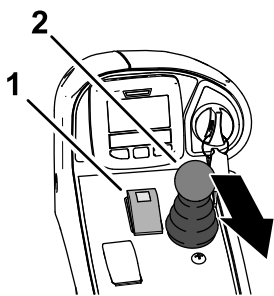

Figura 57
1. Deplasați comutatorul prizei de putere în poziția DECUPLARE (Figura 57).